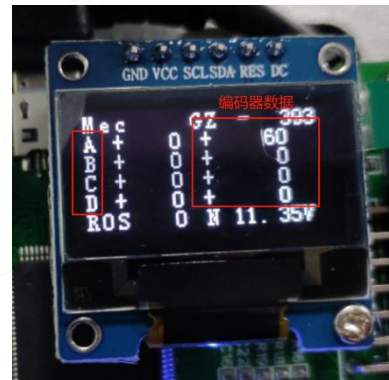

图 1-16 显示屏上编码器数据所在位置
- 2) 分别以正方向转动各个电机，观察 OLED 显示屏上对应的编码器数据是否为正，为正则正常，如图 1-16 所示。小车的正方向，除全向轮小车逆时针旋转为正方向外，其它小车都以小车前进为正方向，也可直接查看图 1-15 中绿色箭头所指方向即为正方向。